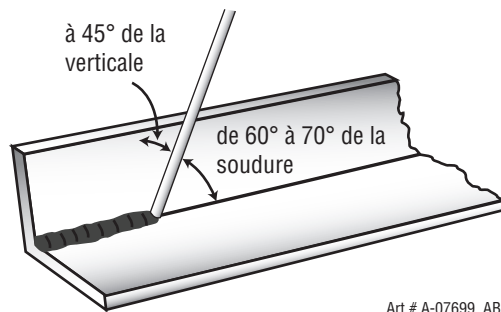
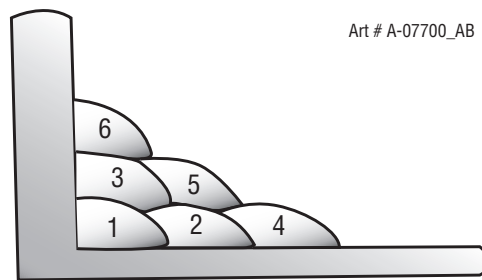

Figure 4-23 : Position de l'électrode pour une soudure d'angle HV
Figure 4-24 : Plusieurs passages d'une soudure d'angle HV
Une cornière est un bon exemple, ou encore, deux bandes d'acier pointé (assemblé au point) ensemble à angle droit. Au moyen d'une électrode E7014 de 3,2 mm (1/8 po) à 120 A, positionnez la cornière avec une patte à la verticale et l'autre, à l'horizontale. Cette position est connue comme une soudure d'angle horizontale-verticale (HV). Amorcez l'arc et amenez immédiatement l'électrode à une position perpendiculaire à la ligne de l'angle et à 45° de la verticale. Certaines électrodes doivent aussi s'éloigner d'un angle de 20° de la position perpendiculaire pour empêcher le laitier de devancer la soudure. Reportez-vous à la figure 4-23. N'essayez pas d'accumuler trop de métal, au plus 6,4 mm (1/4 po) de largeur avec une électrode de 3,2 mm (1/8 po) sinon le métal d'apport a tendance à s'affaisser vers la base et un caniveau se forme sur la patte verticale. Procédez à plusieurs passages comme illustrés à la figure 4-24. Il n'est pas recommandé d'entrecroiser les passages dans les soudures d'angle VH.